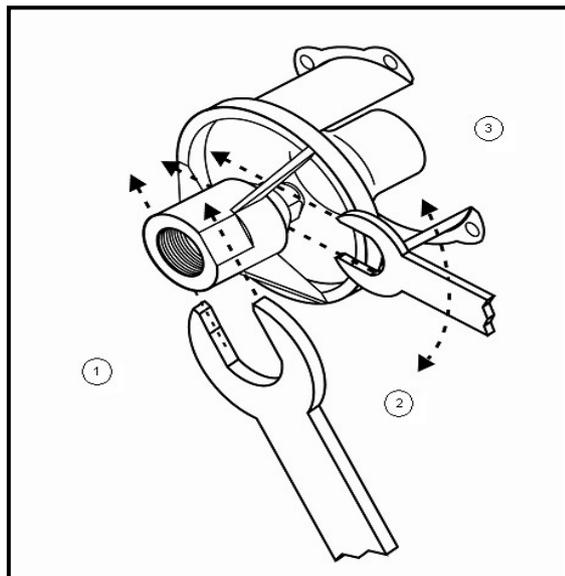

Fig. 10: Changement de l'injecteur
Changement de l'injecteur (Fig. 10):
- ⇒ Poussez la nouvelle rondelle d'air (A) dans le porte injecteur de manière à ce que l'encoche enserre une des trois pattes support et que l'ergot (a) se bloque derrière la partie intérieure du porte injecteur (Fig. 10)